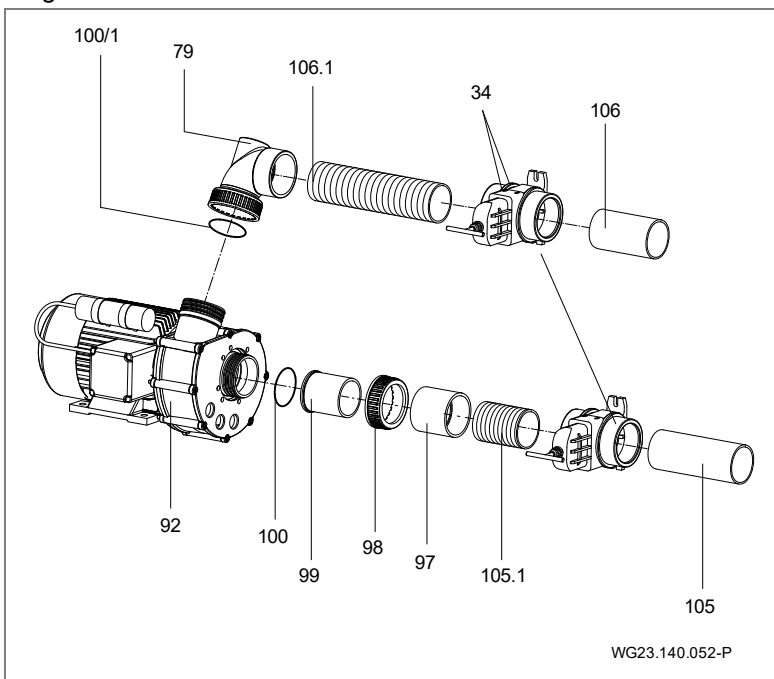

Fig. 21
12. Primavera: Fixer le bouton de régulation de débit (21/1) et de régulation d'air (111) à l'aide d'un marteau en caoutchouc et d'un tissu de protection. (Fig. 21)